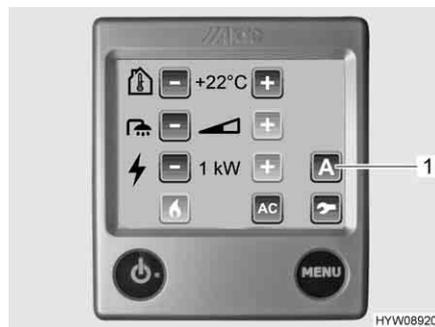

Fig. 129 Menu delle impostazioni (ventola aggiuntiva)
La ventola aggiuntiva viene azionata tramite la centralina di controllo (Fig. 129) del riscaldamento ad acqua calda.
- Premere il pulsante "A" (Fig. 129,1). Vengono visualizzate le funzioni.